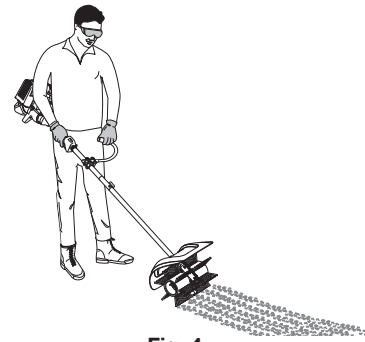

Fig. 4
- Tenez-vous droit dans la position d'utilisation (Fig. 4).
5. Avancez à une vitesse modérée avec l'unité pour balayer les débris vers l'avant (Fig. 4). En option, il peut être souhaitable d'incliner le balai motorisé légèrement vers la gauche afin de diriger les débris vers le côté.